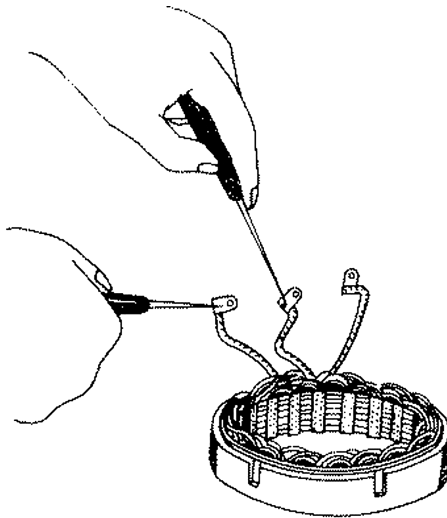

图 2-4 定子绕组断路检修
(1) 定子绕组断路检修。如图 2-4 所示,用万用表 $R \times 1$ 挡检测定子绕组三个接线端,两两相测,阻值应小于 1Ω ,若阻值为 ∞ ,说明断路。断路故障应用 $35 \text{ W}/220 \text{ V}$ 的电烙铁焊接修复,若不能修复,应更换定子绕组或定子总成。